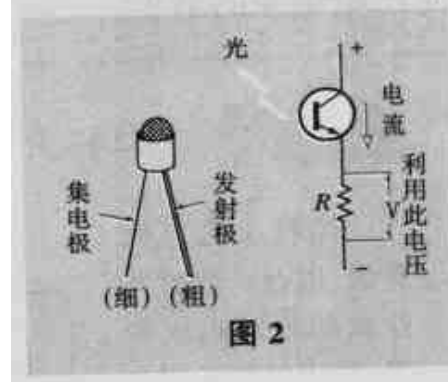

图2
① CdS(硫化镉元件) 这是在10的“let's try”中介绍过的元件，通过光来改变电阻。应用范围比较广。
② 光电晶体管 这种器件如图2所示，在对应于普通晶体管基极的相应位置是受光口，按照不同的光通量来改变集电极电流。